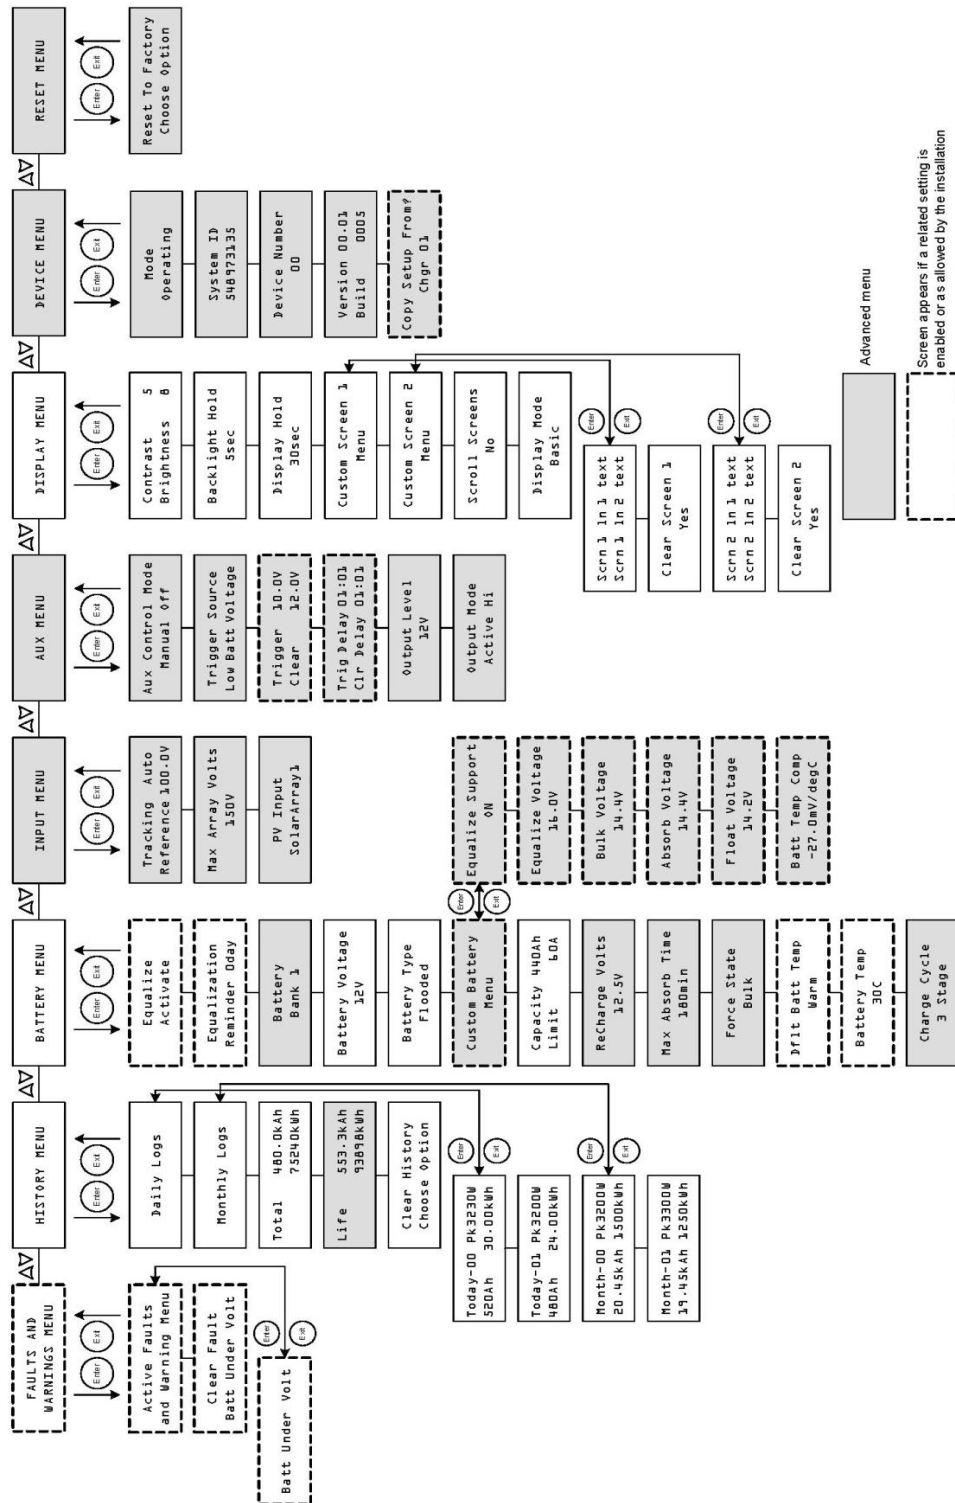

Рисунок 3-2 Полное меню конфигурации
**Примечание:** Если вам нужно проверить номер устройства, который вы настраивали, перейдите в меню устройства и посмотрите на экране номер устройства. См. Рисунок 3-2, "Полное меню конфигурации» на стр. 3-4. Отметим, что полное меню устройства отображается, только когда режим отображения (Display Mode) установлен на расширенный (Advanced.).